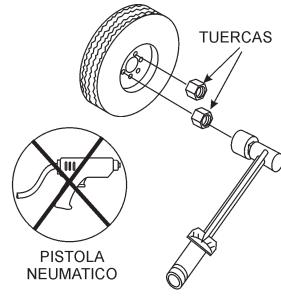

Figura 59. Secuencia al apretar los birlos
2. Apriete todos los birlos en secuencia. Vea la Figura 59. **NO** apriete los birlos de la llanta completamente. Apriete cada birlo en 3 pasos separados como se define en la Tabla 8.